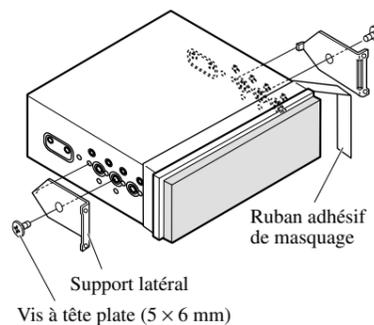

Fig. 12
1. **Décidez où placer les supports latéraux. (Fig. 12)**